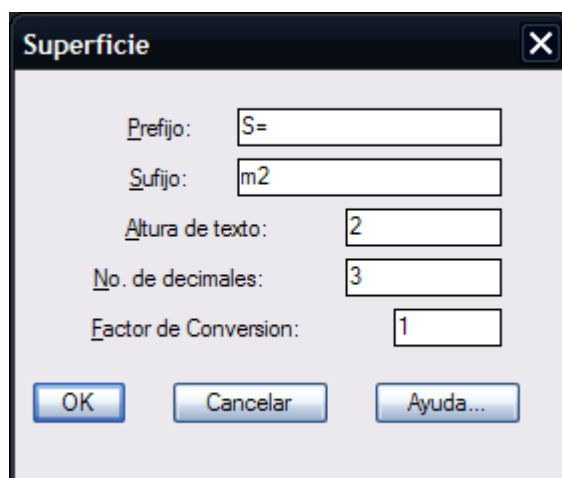

Fig. 4: Caja de diálogo
- Aparece una caja de diálogo, donde se pueden suministrar datos y parámetros iniciales (Fig. 4)